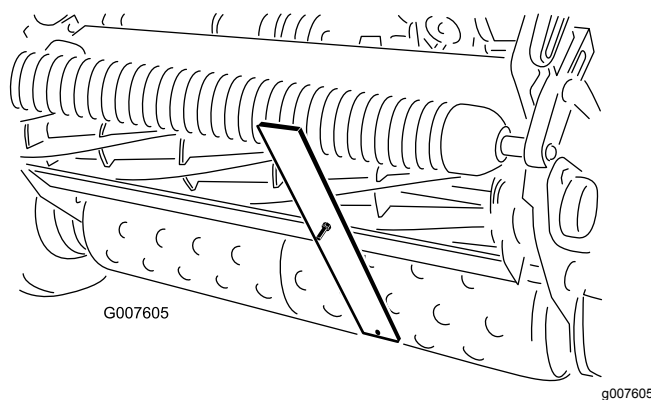

図 51
4. ゲージバーのねじの頭を下刃の先端に引っ掛け、バーの後端を後ローラに当てる 図 51。